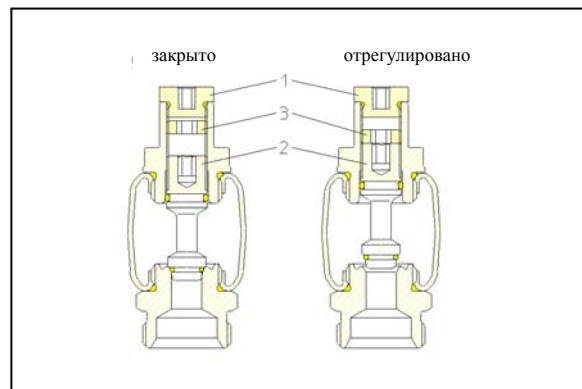

Рис. 7.1. Настройка регулирующих вставок
7.2. Настройка регулирующих вставок (рис. 7.1.)